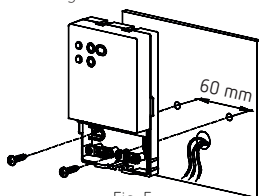

Fig. 5
- Bevestig het apparaat aan de muur met de twee schroeven met een hartafstand van 60 mm. Gebruik de meegeleverde schroeven en / of onderdelen (fig. 5).